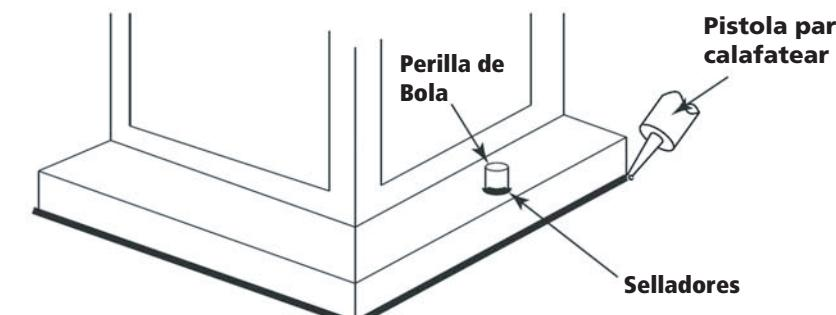

Figura 2
1. Antes de la instalación, debe instalar el vidrio (**G**) en la jaula antes de montar el dispositivo de fijación a la pared – **Véase la Figura 2**.
Después asegurar fijo en su lugar, se recomienda que la distancia entre la parte superior y la base de montaje del accesorio se sellará con cualquier buen masilla impermeable de calidad o sellador de silicona (no incluido). También se recomienda que una pequeña capa de madilla o sellador de ser sometidos a los mandos de bolas utilizadas para montar accesorio – Véase la Figura 2.